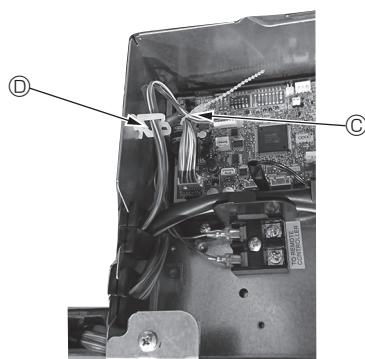

Fig. 10-14
- Plasser de overflødige delene av i-see-Sensoren og signalmottaker-ledningene i el-komponentboksen i ledningsklammeret som vist i diagrammet, og sikre ledningene med festene. (Fig. 10-14)